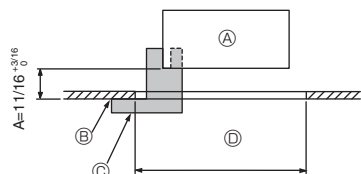
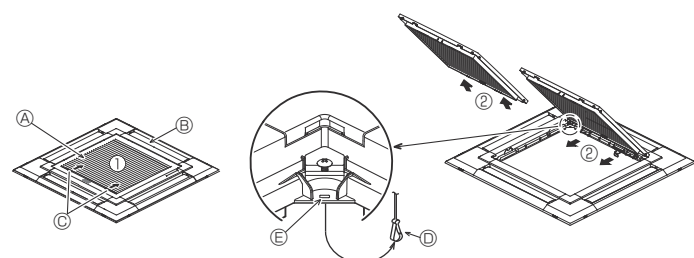

Fig. 9-2
Fig. 9-3
①	Dimensiones de la rejilla	1	950 x 950 (mm), 37-3/8 x 37-3/8 (pulgadas)
②	Calibre de instalación	1	(Dividido en 4 partes)
③	Tornillo (4 x 16)	1	para PLA-A-EA*
④	Panel angular del i-see sensor	1	para PLA-A-EA*
9.2. Preparación para conectar la rejilla (Fig. 9-2)
- Con el calibre ② que se entrega con este equipo, ajuste y compruebe la posición de la unidad principal en relación con la superficie del techo. Si la unidad principal no está colocada en el techo de forma adecuada, podrían producirse escapes de aire o generarse condensación.
- ① Unidad principal
- ② Superficial del techo
- ③ Calibre de instalación ② (insertado en la unidad principal)
- ④ Dimensiones de apertura del techo
9.2.1. Extracción de la rejilla de admisión (Fig. 9-3)
- Deslice las palancas en la dirección indicada mediante la flecha ① para abrir la rejilla de admisión.
- Con la rejilla de admisión en posición "abierta", extraiga la bisagra de la rejilla de admisión de la rejilla tal y como se indica mediante la flecha ②.
[Fig. 9-3] [Fig. 9-4]